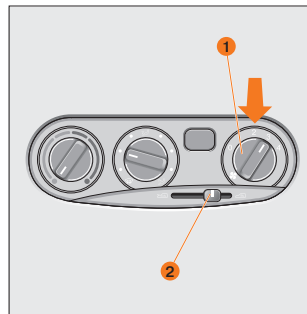
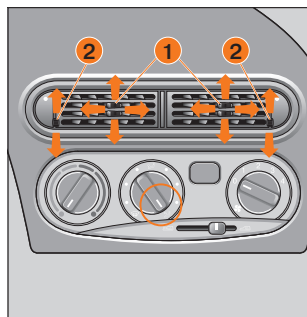
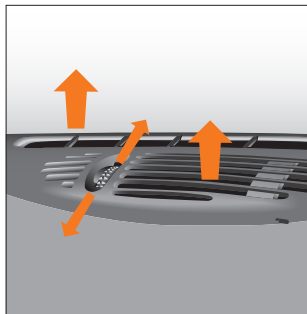

Рис. 53. Правый поворотный переключатель
Рис. 55. Центральные сопла обдува
Рис. 58. Верхние сопла обдува
**Правый поворотный переключатель: Обдув (вентилятор)** (рис. 53 поз. 1).
На рис. 53 поз. 2 показан **рычаг управления заслонкой**:
**Центральные сопла обдува** (рис. 55). Направления подачи воздуха регулируются рычагами направляющих лопаток центральных сопел **1** путем изменения положения заслонок вверх или вниз, а регулятор интенсивности подачи воздуха **2** открывает или закрывает полностью центральные сопла обдува. В зависимости от положения температурного переключателя обеспечивается комфортный обдув верхнего пространства салона неподогретым или тёплым воздухом.
Для усиления притока воздуха включить вентилятор обдува и установить средний поворотный переключатель в положение  (см. рис. 55).
**Верхние сопла обдува** (рис. 58). Установите рычаг управления заслонкой в крайнее левое положение  (см. рис. 53) и средний поворотный переключатель в положение  (см. рис. 55):
Установите рычаг управления заслонкой в крайнее левое положение  (см. рис. 53) и средний поворотный переключатель (см. рис. 55) в положение :
Для усиления притока воздуха переключить вентилятор обдува на более высокую ступень и установить распределитель воздуха средний поворотный переключатель в положение  (см. рис. 55).
Обязательно включить вентилятор (см. рис. 53).